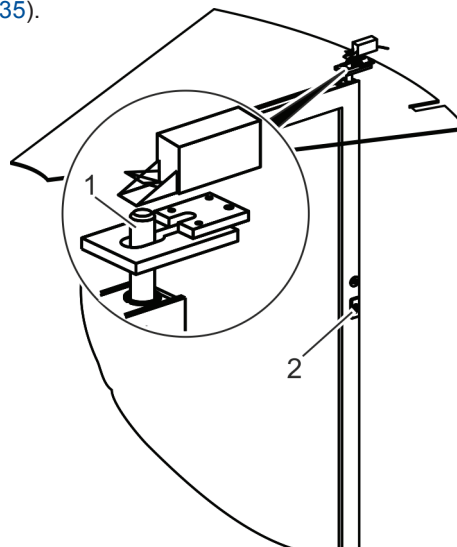

Рис. 36 Напольное блокировочное устройство (пример)
Выровнять блокировочное устройство со штангой (рис. 36/1) в створке относительно стопорной планки в потолке.
3. Заблокировать створку с помощью квадратного ключа (рис. 36/2).
4. Заблокировать блокировочное устройство со штангой с помощью цилиндра замка (рис. 36/2), повернув его на два полных оборота.